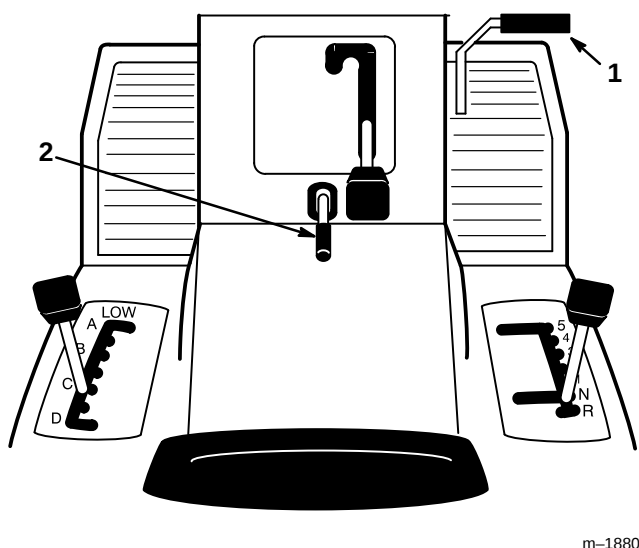

Abbildung 2
1. Das Kupplungs-/Bremspedal (Abb. 2) herunterdrücken und in der gedrückten Position halten.
2. Den Feststellbremsenhebel (Abb. 2) hochziehen und den Fuß allmählich vom Kupplungs-/Bremspedal nehmen. Das Kupplungs-/Bremspedal sollte in heruntergedrückter (gesperrter Position) bleiben.
1. Das Kupplungs-/Bremspedal (Abb. 2) herunterdrücken. Der Feststellbremsenhebel sollte sich lösen.